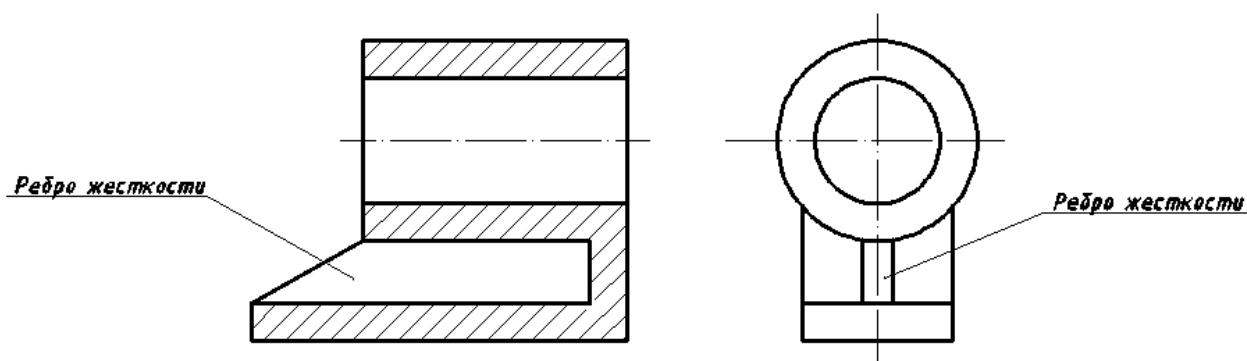

Рис. 21. Изображение тонкой стенки (ребра жесткости) в продольном разрезе
2. Детали - спицы маховиков, шкивов, зубья зубчатых колес тонкие стенки (ребра жесткости), попадая в разрез не штрихуются (рис. 21).